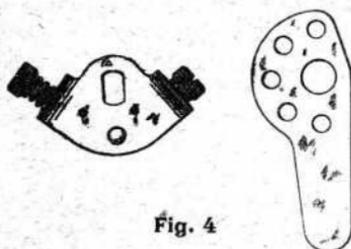

Fig. 4
**Commande des gaz.** — La commande des gaz sur le carburateur est obtenue par une *pièce butée* (fig. 4) montée sur un méplat de l'axe de papillon. Cette butée reçoit une vis butée d'ouverture (fig. 4), dont la longueur fixe automatiquement l'ouverture maximum du papillon; elle est freinée par une rondelle Grower; une vis de butée de ralenti (fig. 4) est également portée par la pièce de butée.